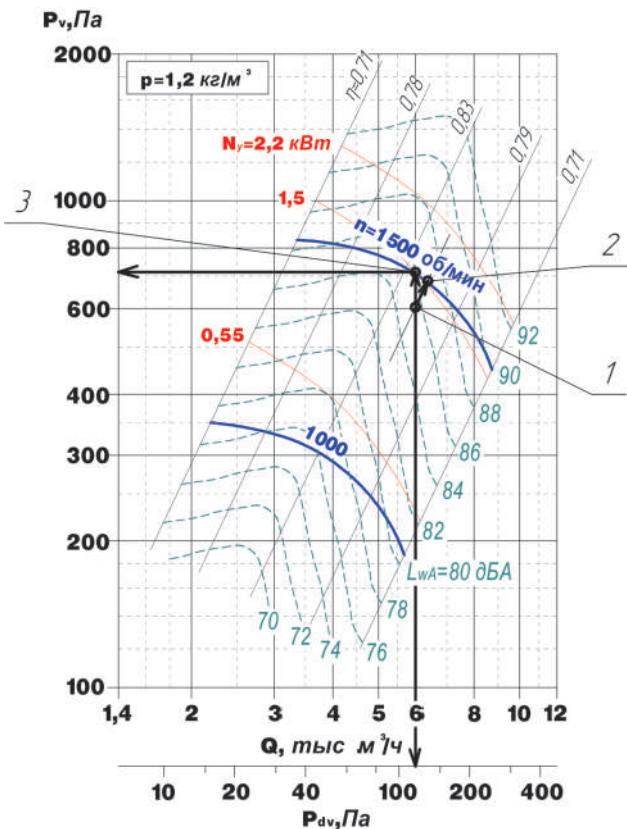

Рис. 22 Аэродинамическая характеристика вентилятора BP 85-77-5
- 2) по графику сводных характеристик радиальных вентиляторов находим точку соответствующую $Q_{тр} = 6000 \text{ м}^3/\text{ч}$, $P_v = 600 \text{ Па}$. Аэродинамическая характеристика вентилятора должна пройти через данную точку (в идеальном случае) или над ней. Определяем, что ближайшая характеристика соответствует вентилятору с синхронной частотой вращения колеса $n = 1500 \text{ об}/\text{мин}$; на графике индивидуальных характеристик вентилятора (рис.22) укажем точку 1 соответствующую $Q_{тр} = 6000 \text{ м}^3/\text{ч}$, $P_v = 600 \text{ Па}$. Проведем через точку 1 прямую параллельную линиям КПД до пересечения с кривой аэродинамической характеристики вентилятора. Данная прямая соответствует характеристике сети вида $\Delta P = kQ^2$. Точка пересечения двух линий 2 указывает производительность вентилятора в данной сети $Q = 6200 \text{ м}^3/\text{ч}$, при отсутствии элементов регулирования: заслонка, шибер и т.п. Для того, чтобы вентилятор обеспечил требуемую производительность необходимо, чтобы характеристика сети пересекала характеристику вентилятора в точке 3 (рабочая точка). Для этого необходимо в сети создать дополнительное сопротивление (дросселировать сеть)